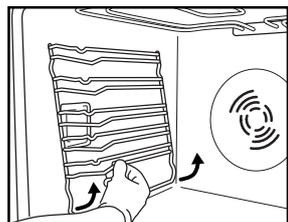

Рис. 3
1. Снимите боковые решетки, на которые устанавливаются принадлежности (Рис. 3).
2. Снимите боковые решетки, на которые устанавливаются принадлежности (Рис. 3), если они предусмотрены.